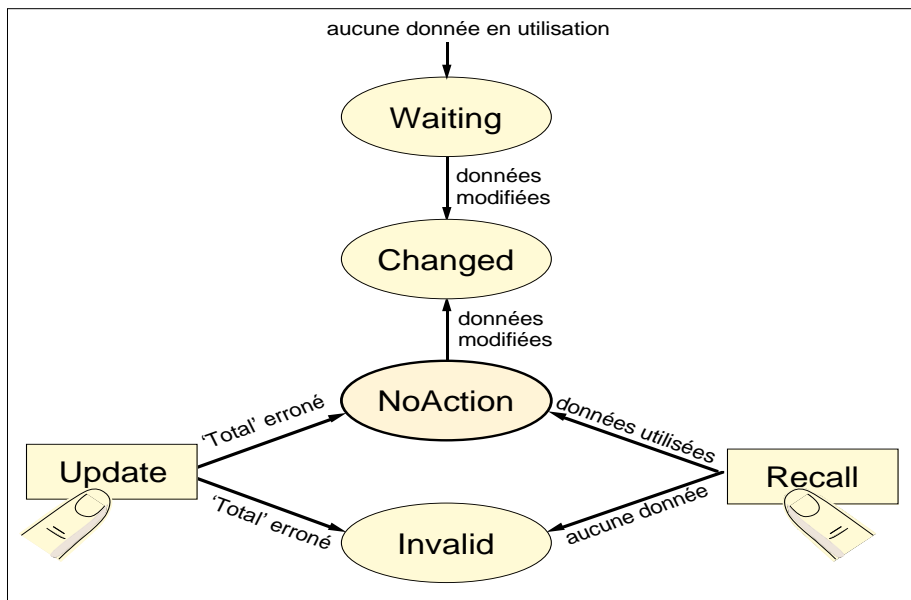

Figure 4-11 Etat des paramètres GasData
- **GasData.** (Waiting/No Action/Changed/Invalid/Update/Recall). Ce champ sert d'interface de supervision/contrôle opérateur entre les données visibles saisies dans les champs *Methane* à *Argon*, et la copie validée (cachée) de ces données utilisées par le ou les blocs AGA8DATA. (Voir la section *Fonctions du bloc*, ci-dessus). La figure 4-11 montre les rapports entre les différents éléments du menu *GasData*. Ces éléments sont les suivants:
- **NoAction (Aucune intervention).** Etat de fonctionnement normal du bloc (grisé sur la figure 4-11). Indique que les calculs sont effectués et que les données de composition visibles saisies et les données cachées sont les mêmes. Aucune intervention opérateur n'est nécessaire.